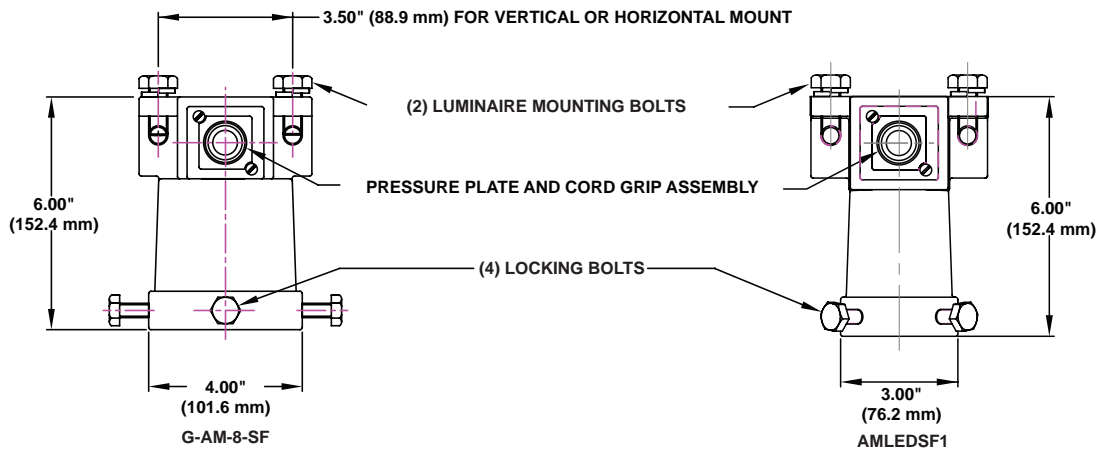

Figure 10: Dispositifs d'insertion pour tête de poteau (P/Ns: G-AM-8-SF & AMLEDSF1)
1. Desserrez les deux vis de la plaque de pression pour l'entrée du cordon/câble. Voir Figure 10.
5. Installez le luminaire avec son étrier sur le dispositif d'insertion pour tête de poteau à l'aide des deux boulons de fixation du luminaire (fournis). Serrez fermement les boulons. Voir Figures 10 et 11.